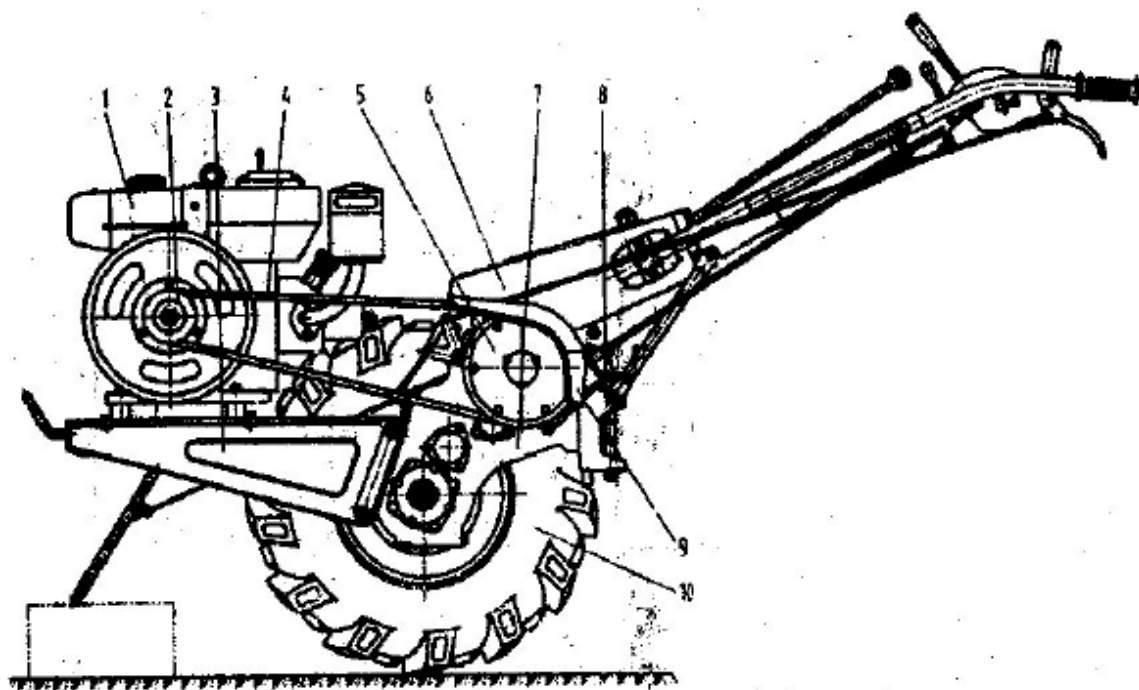

Рис. 1 Внешний вид и основные детали модели SH
1. Изображение и наименования основных деталей и компонентов (Рис. 1)